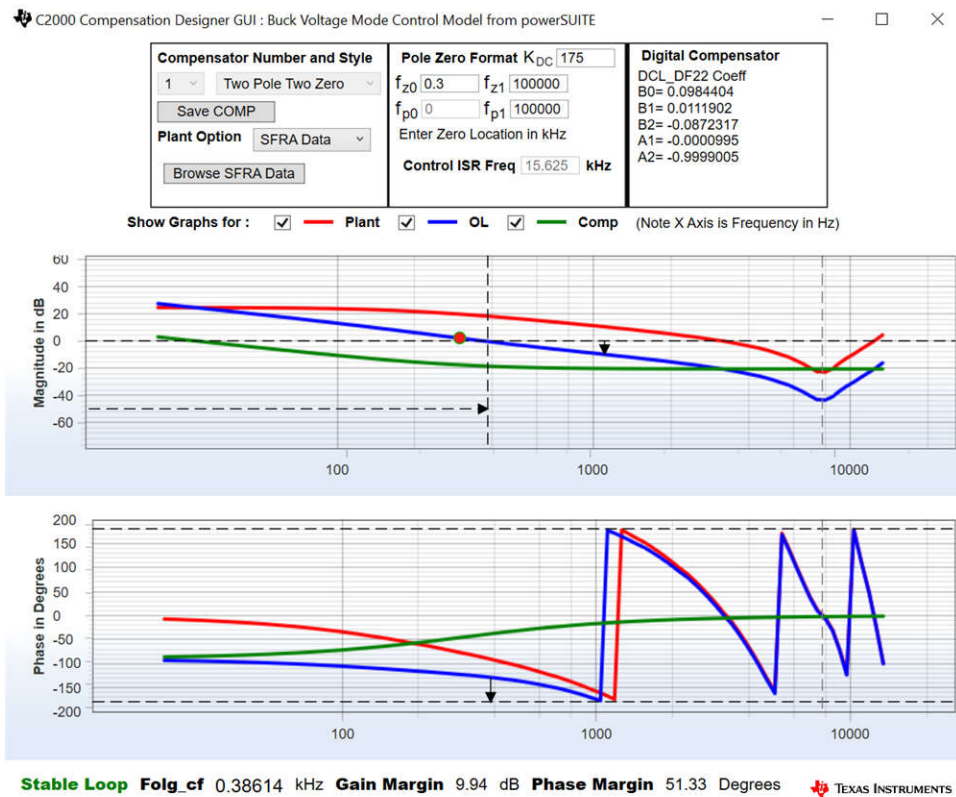

図 3-16. Compensation Designer を使用した電流ループのチューニング
- 電流ループの補償パラメータを、図 3-16 に示します。